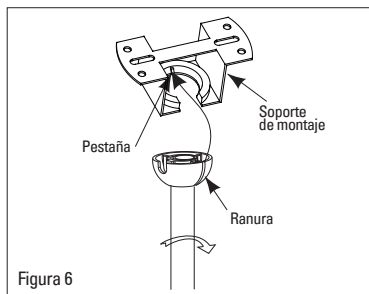

Figura 6
6. Levante con cuidado el ventilador y coloque el conjunto de la varilla y la bola de suspensión en el soporte de suspensión fijado a la viga del techo. Asegúrese de que la ranura de la bola esté correctamente alineada con la lengüeta del soporte de suspensión. (Figura 6)